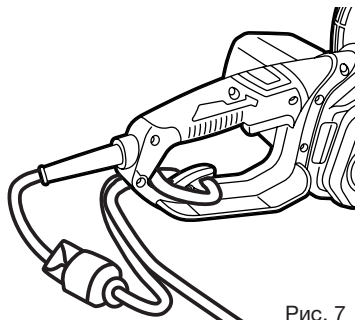

Рис. 7
- Подключите цепную пилу к электросети (Рис. 7).